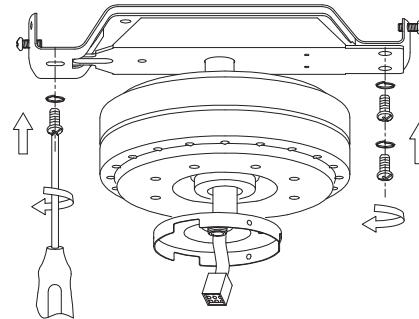

Fig. 6
Paso 3. Después de colgar el motor en la placa de montaje del cielorraso, asegure el motor al montaje del cielorraso usando los tornillos y las arandelas. Ver la **Fig. 6**.